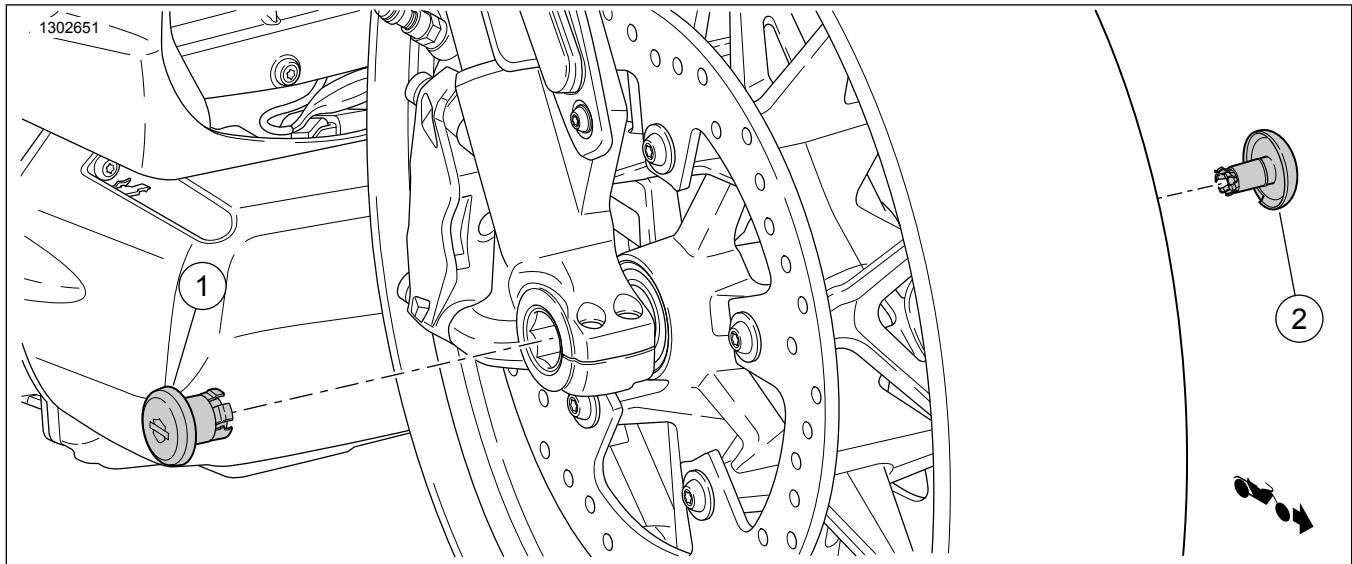

Figure 1. Contenu du kit : Cache-axes
1. Consultez Figure 1 . Ouvrir Équipement d'origine (OE) les cache-axes (1,2).
1. Consultez Figure 1 . Installer le **nouveau** cache-axe (1) (hexagonal) gauche.
2. Consultez Figure 1 . Installer le **nouveau** cache-axe (2) (circulaire) côté droit.